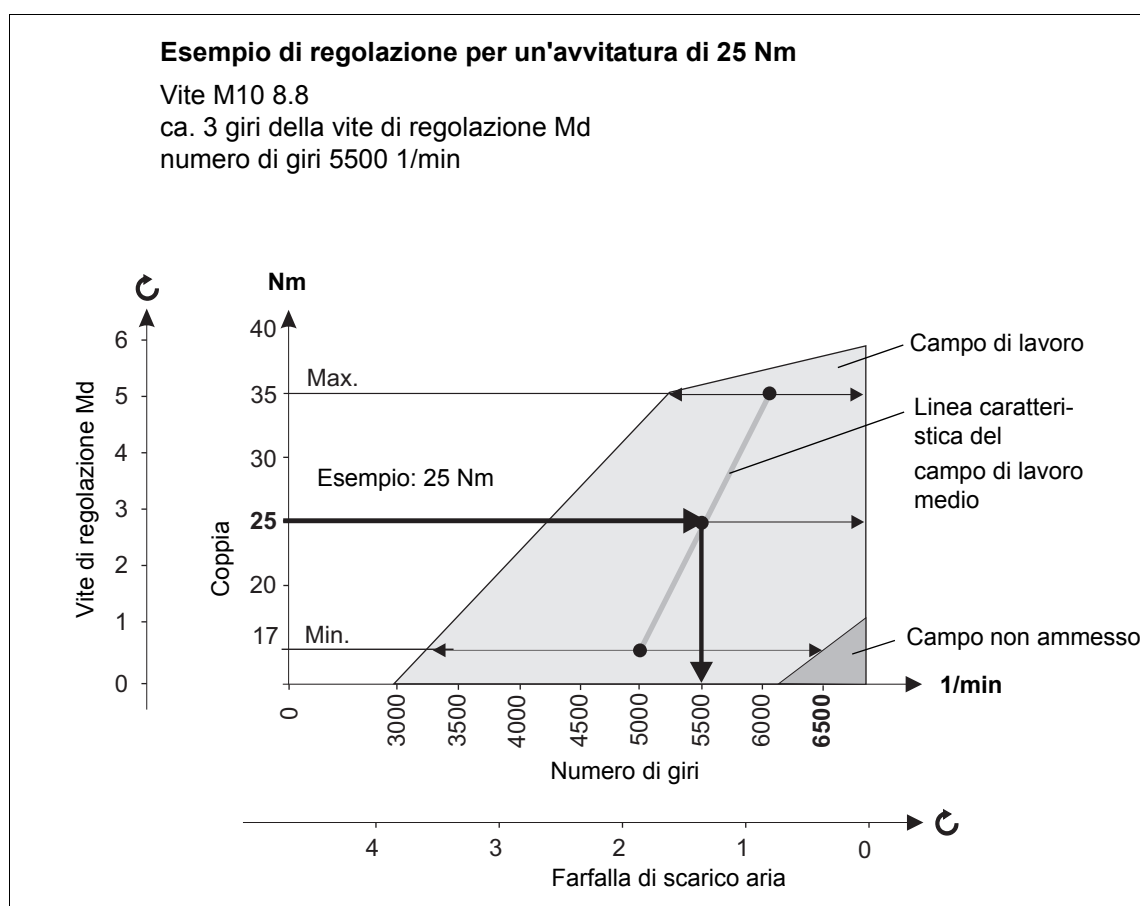

Fig. 4-1
2. Inserire con cautela il cacciavite da 2 attraverso il foro nell'involucro della pistola fino alla vite di regolazione Md ①.
3. Ruotare la vite di regolazione Md e regolare in modo approssimato la coppia necessaria, vedere Fig. 4-1 , pag. 10. Numero totale di giri = 6.